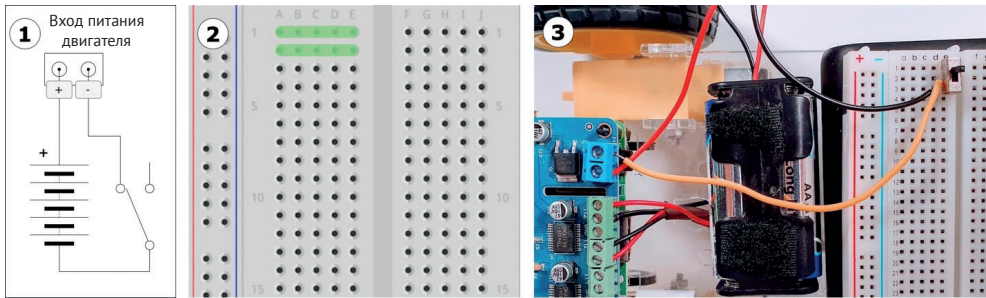

Рис. 8.13. Схема подключения выключателя
3. Теперь мы можем подключить выключатель к макетной плате (рис. 8.13).
На рис. 8.13 изображена принципиальная схема, макетная плата крупным планом и возможный вариант реализации физического подключения. Давайте рассмотрим их подробнее.